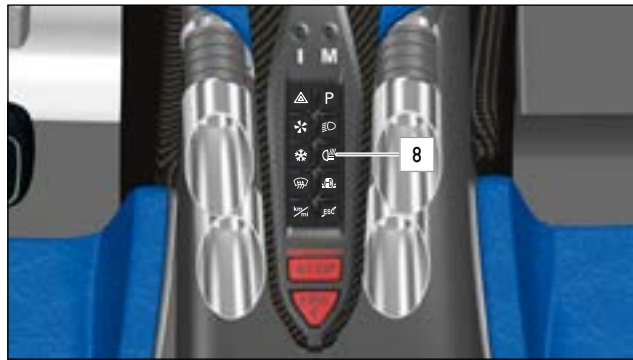

ABB.62 REGENLICHTTASTE AUF DER MITTELKONSOLE
- ▶ Drücken Sie Taste **8** (» Abb.62), um das Regenlicht zu aktivieren.
- ▶ Drücken Sie Taste **8** (» Abb.62) erneut, um es zu deaktivieren.